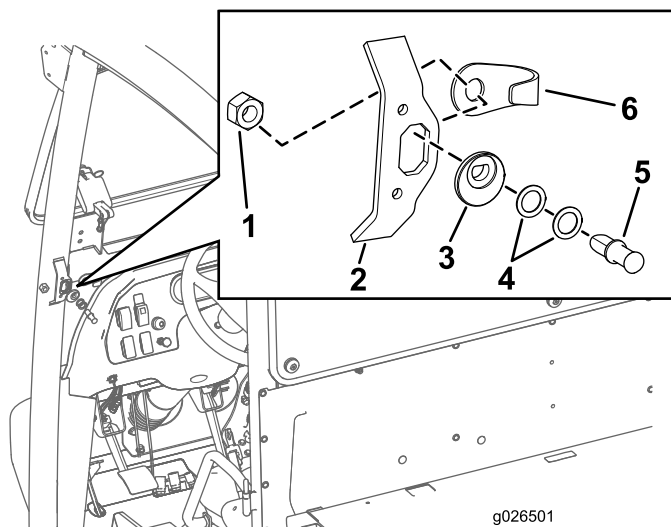

Figure 5
1. Placez la goupille de verrouillage devant l'ouverture de la gâche, à la position indiquée à la Figure 5.
2. Insérez la goupille de verrouillage (sans les rondelles pour commencer) dans la came correspondante (Figure 5).
3. Alignez la protection de la goupille et l'écrou hexagonal (7/16 po) sur l'arrière de l'ouverture de la gâche (Figure 5).
4. Serrez l'écrou hexagonal (7/16 po) à la main sur la goupille de verrouillage (Figure 5).